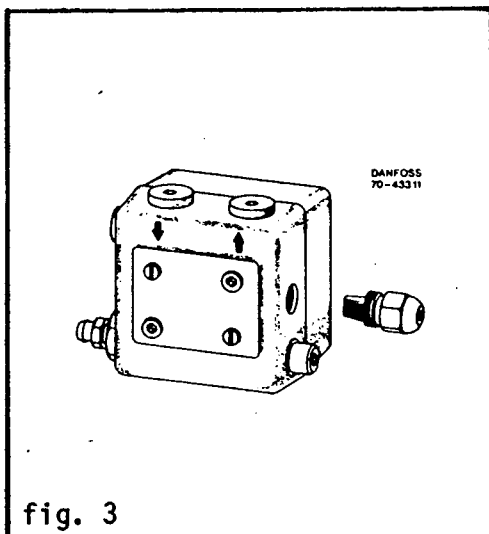

fig. 3
MSBL kan i standardudgave anvendes på 1-strengs anlæg med underliggende tank (vakuum i sugeledningen), når dyseledningen tilsluttes manometerstudsens (M), og dyseniplen (E) spærres med udluftnings-skruen (fig. 3).